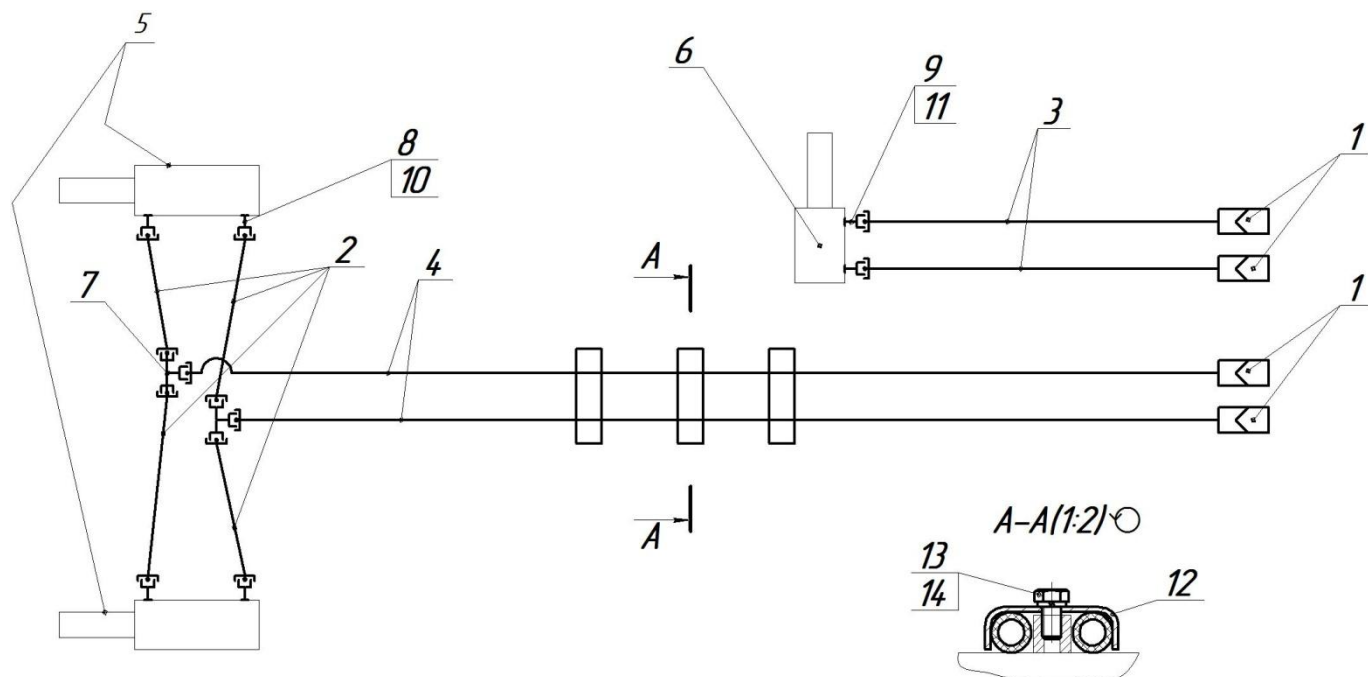

Рис. 4.8.1. Гидросхема бороны БГУ.
4.8.1. Установите узлы и детали гидросистемы **Бороны** в соответствии с рис. 4.8.1. Номера узлов и деталей см. в табл. 4.8.1, и на бирках. Гидроцилиндры подъема-опускания рабочих органов устанавливать штоками вверх и назад агрегата (поз. 14, рис. 4.1), гидроцилиндр замка установить штоком вверх и вперед агрегата (поз. 10).
4.8.2. Закрепите шланги на раме сцепки кронштейнами (11), используя болты М10х20 (12) и шайбы пружинные (13) (см. рис. 4.8.1). Так как корпуса цилиндров в процессе работы перемещаются, нужно обеспечить необходимый запас шлангов по длине при креплении их в непосредственной близости от цилиндров.